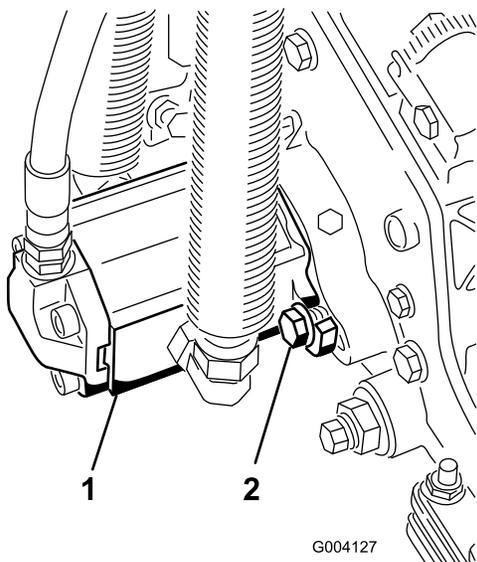

Figura 13
15. Montate il motore ruotato in senso orario in modo che le flange del motore non tocchino i bulloni (Figura 13). Ruotate il motore in senso antiorario fin quando le flange non agganciano i bulloni, quindi serrate i bulloni.